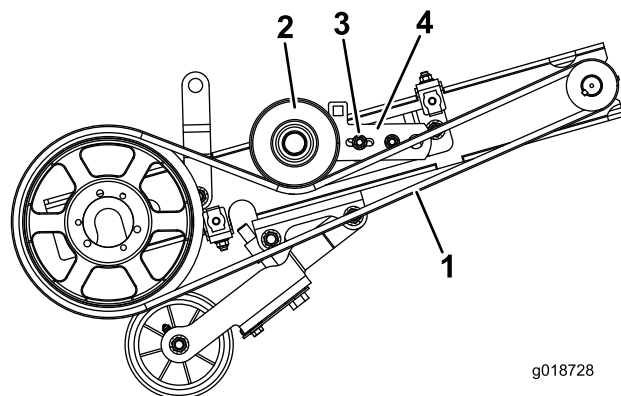

图24
1. 卸下将惰轮皮带轮支架固定到张紧力调节支架的螺母和螺栓支架中长圆孔内的螺栓 图24。
- 4. 卸掉下皮带防护罩和滚刀驱动皮带 图24。